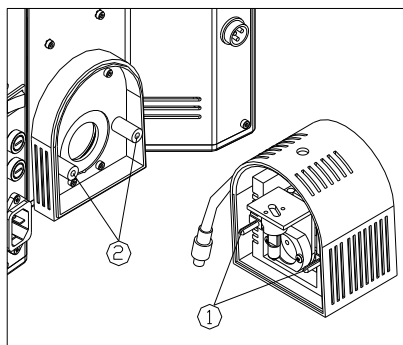

图 4
将灯座上的导向插脚①与显微镜镜体上的导向插孔②对齐，将照明灯源组轻轻推入镜体，并且推到底。（如图 4）